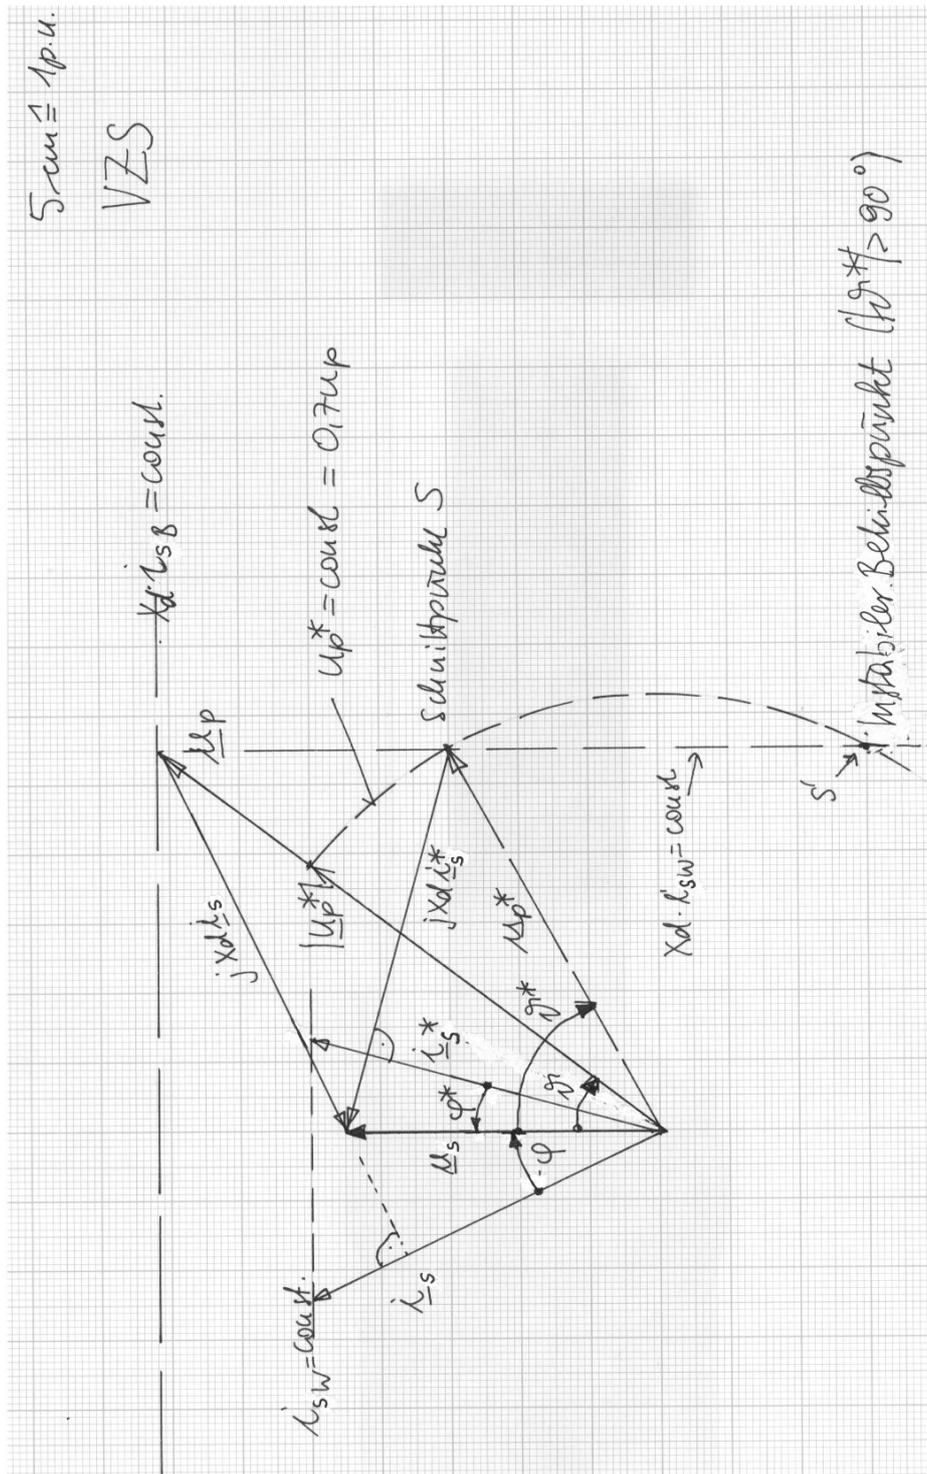
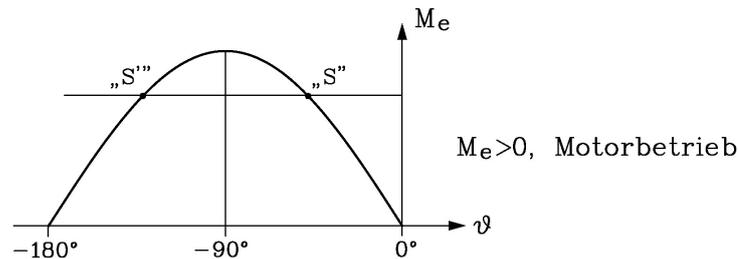

Bild 3.6-1: Zeigerdiagramm bei 90% Nennstrom für große und kleine Polradspannung und konstanter Leistung
Bild 3.6-2: Stabiler ( $S$ ) und instabiler ( $S'$ ) Betriebspunkt für gegebenes Moment
1) Zeigerdiagramm mit p.u. Größen (Bild 3.6-1):
Also ist  $j \cdot x_d \cdot i_{s,wirk} = j \cdot x_d \cdot i_{s,w}$  konstant für konstantes Moment und Spannung (gestrichelte Linie in Bild 3.6-1). In Bild 3.6-1 liefert der Schnittpunkt des Kreises  $u_p^* = \text{const.}$  (Mittelpunkt: Koordinatenursprung) und  $j \cdot x_d \cdot i_{s,w} = \text{const.}$  zwei Betriebspunkte  $S$  und  $S'$  (Bild 3.6-2). Der Punkt  $S'$  ist instabil, da  $|\vartheta^*| > 90^\circ$  (Bild 3.6-1). Also ist der neue Betriebspunkt  $S$ , da er alle Voraussetzungen oben erfüllt. Aus Bild 3.6-1 ergibt sich bei  $S$ :